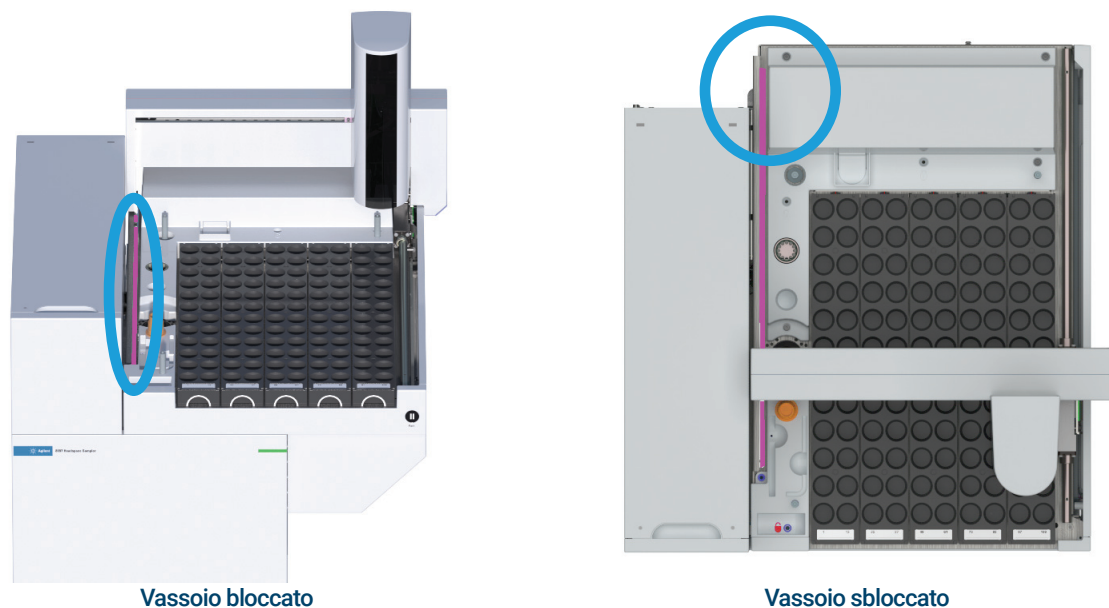

Figura 29. Pista dell'asse X, evidenziata in rosa
- 2 Pulire la pista mostrata in **Figura 29** con un panno o un tovagliolo di carta pulito imbevuto d'acqua.